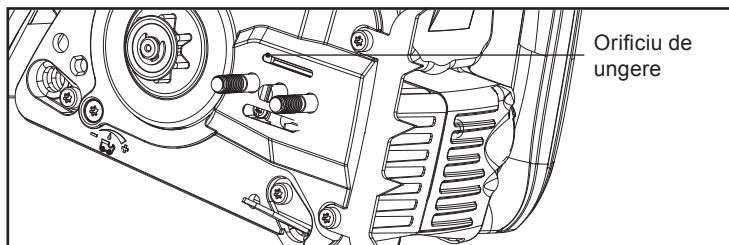

Fig. 39
1. Demontează lama de ghidare (2) și lanțul fierăstrăului (3) în ordine inversă față de asamblare.
2. Verifică dacă orificiul de ungere nu este înfundat și curăță-l dacă este necesar pentru a asigura lubrifierea corespunzătoare a lamei de ghidare (2) și a lanțului de fierăstrău (3) în timpul utilizării. Folosește o sârmă moale și suficient de subțire pentru a fi introdusă în orificiul de eliberare a uleiului (Fig. 39).